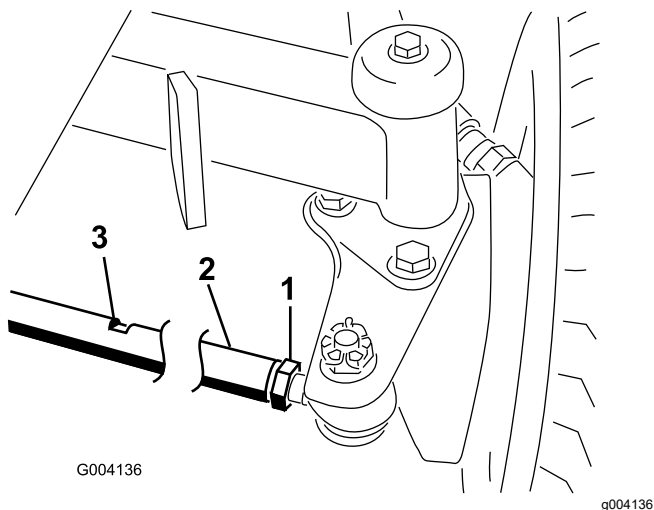

Рисунок 91
1. Ослабьте контргайку с каждой стороны соединительной тяги (Рисунок 91).